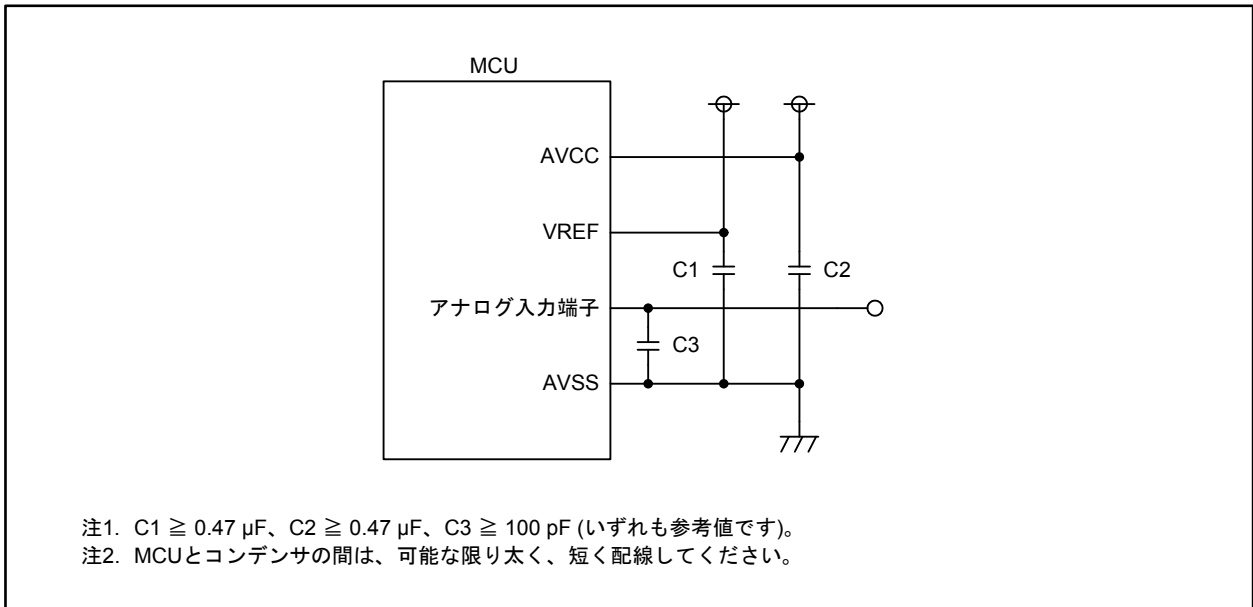

図 19.13 A/D関連端子の処理例
- ノイズによる誤動作やラッチアップの防止、または変換誤差の低減のため、AVCC端子、VREF端子、アナログ入力端子(AN_0~AN_7, AN0_0~AN0_7, AN2_0~AN2_7, AN15_0~AN15_7)とAVSS端子の間にそれぞれコンデンサを挿入してください。図 19.13に端子の処理例を示します。